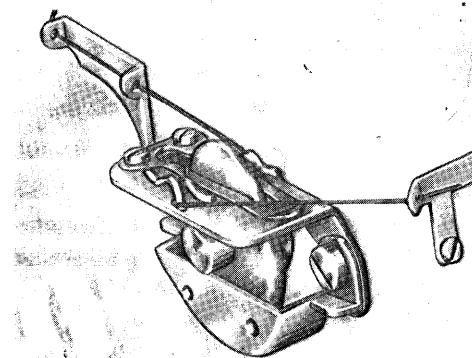

fig.14
h) **Regolazione camma tendifilo (fig. 14)**